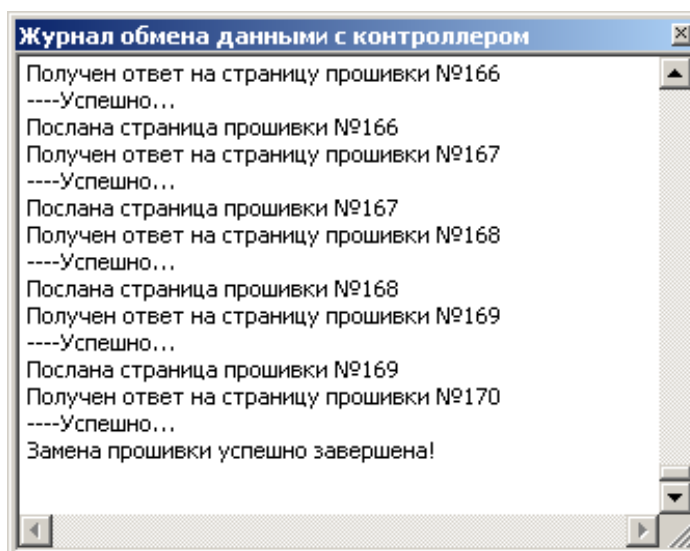

Рисунок 29 – Журнал обмена данными с контроллером
8. Появится окно журнала обмена данными с контроллером (Рисунок 29).